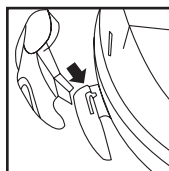

FIGURE 11
9. Insérez les onglets en forme de « J » dans les rainures du rembobineur. **FIGURE 11**. Appuyez vers le bas jusqu'à ce que les onglets s'enclenchent en position.